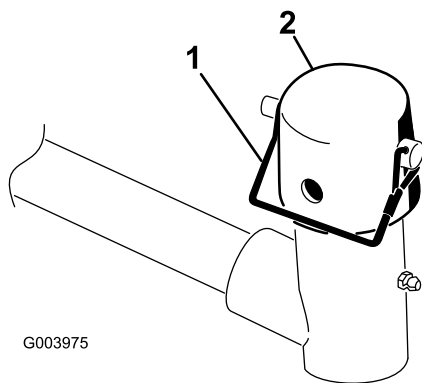

Figura 10
- 7. Retire o pino de encaixe e a tampa da forquilha de articulação do braço de elevação (Figura 10).
11. Prenda a tampa e o veio da estrutura de suporte à forquilha do braço de elevação com o pino de encaixe. Utilize a ranhura se pretender direccionar a unidade de corte ou utilize o orifício se pretender bloquear a unidade de corte na posição (Figura 10).